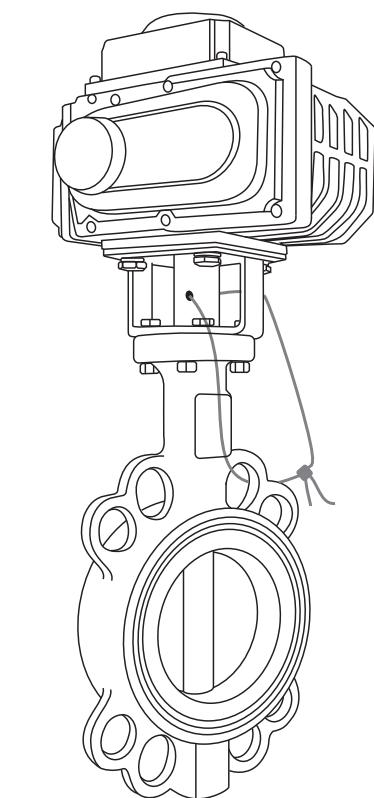

Рис. 7 - Опломбированный затвор
7. Поциальному запросу возможно исполнение электрического привода в комплекте с муфтой, в которой предусмотрено отверстие для опломбирования затвора с приводом. Для опломбировки проденьте проволоку через отверстие в муфте и центрирующую проушину, затем зафиксируйте проволоку и пломбу (рис.7).